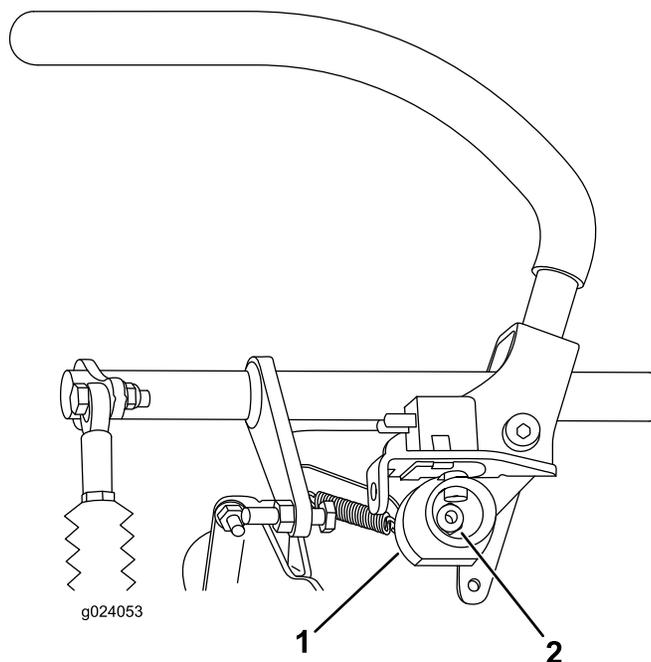

Figure 77
7. Desserrez l'écrou de fixation de la came (Figure 77).